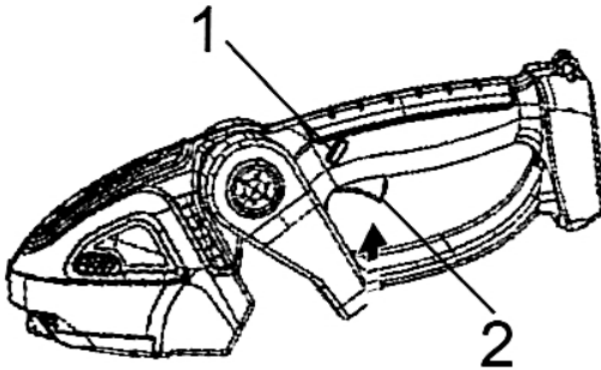

Рисунок 6. Схема увімкнення виробу.
2. Вибрати стійку позу, міцно взяти рукою руків'я виробу. Щоб запобігти випадковому натисканню клавіші «Увімк/Вимк», передбачена кнопка блокування від випадкового пуску виробу (2, рис. 6).
Щоб увімкнути інструмент – натиснути на кнопку-фіксатор клавіші «Увімк/Вимк» (1, рис. 6), після чого натиснути на клавішу «Увімк/Вимк» (2, рис. 6).